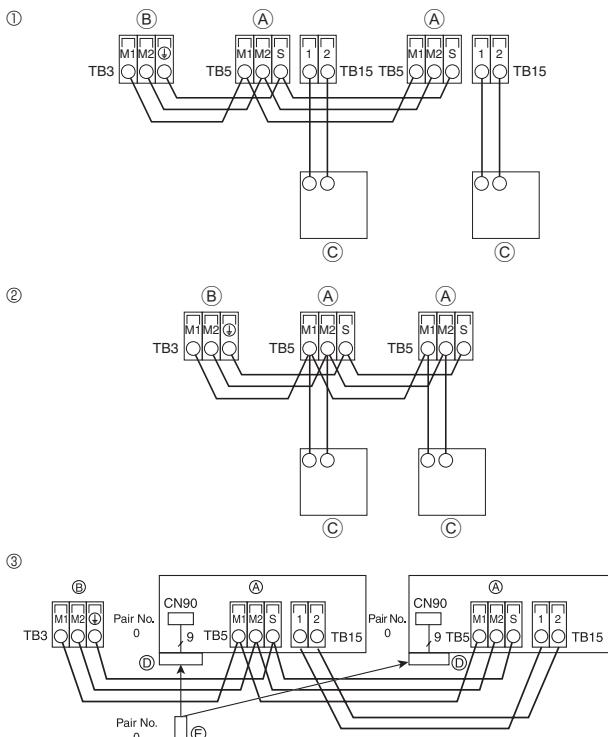

Рис. 6-3
6.4. Подсоединение пульта дистанционного управления, кабелей передачи внутри и снаружи (Рис. 6-3)
- ① Пульт дистанционного управления "МА"
- ② Пульт дистанционного управления "M-NET"